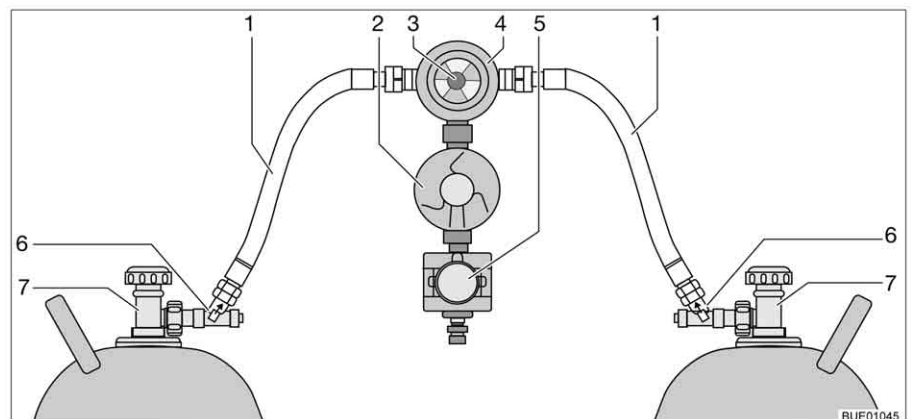

Fig. 92 Dispositif de commutation Crash Protection Unit
La Crash Protection Unit se compose de deux limiteurs de débit à verrouillage manuel (Fig. 92,6), d'une valve de commutation (Fig. 92,4) avec régulateur de pression (Fig. 92,2), d'une électrovanne (Fig. 92,5) et d'une unité de commande à DEL de trois couleurs. La valve de commutation est montée entre les deux lyres (Fig. 92,1).
Un bouton rotatif (Fig. 92,3), situé sur la valve de commutation, permet de définir laquelle des bouteilles de gaz est celle de service et laquelle est celle de réserve.
Seules les fonctions électriques peuvent être activées sur l'unité de commande (Fig. 93). Les robinets principaux des bouteilles de gaz (Fig. 92,7) et les dispositifs de déverrouillage (Fig. 92,6) doivent être ouverts manuellement.
- Ouvrir les robinets principaux des bouteilles de gaz (Fig. 92,7).
- Appuyer sur les dispositifs de déverrouillage (Fig. 92,6) l'un après l'autre pendant 10 secondes.
- Choisir la bouteille de gaz avec le bouton rotatif (Fig. 92,3) de la valve de commutation (Fig. 92,4) à partir de laquelle le gaz sera utilisé principalement (bouteille de service).
- Fermer les robinets principaux des bouteilles de gaz (Fig. 92,7).